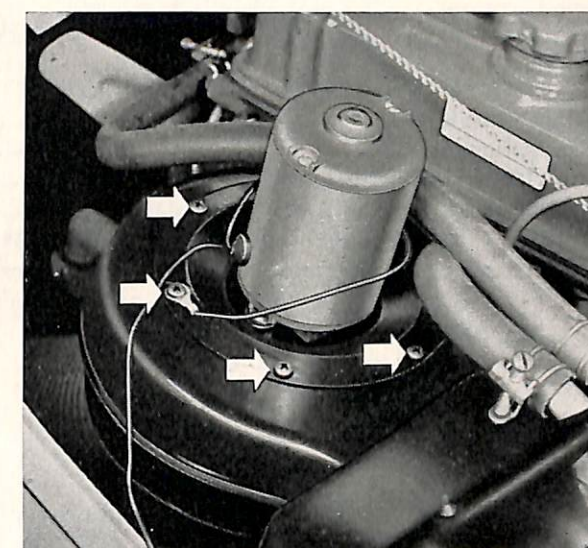

Bild 30. Fläktmotor till bilvärmare.
2. Lossa de sex skruvarna som håller fläktmotorn vid radiatorkåpan. Skruvarna är märkta med pilar på bild 30 (två skruvar skymda).